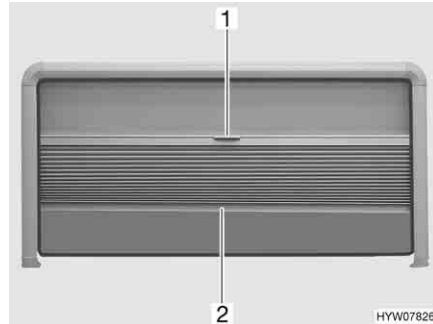

Fig. 82 Ventana abatible
- Coger el estor plegable por el centro de la tablilla final (Fig. 82,2) y tirar con cuidado hacia abajo.
- Sujetar la tablilla final (Fig. 82,2) del estor plegable por el centro y empujar el estor plegable cuidadosamente hacia arriba.
- Tirar cuidadosamente hacia abajo la protección contra insectos (Fig. 82,1) mediante el tirador.
- Regresar la protección contra insectos lentamente totalmente hacia arriba por la tablilla final del estor plegable (Fig. 82,2).